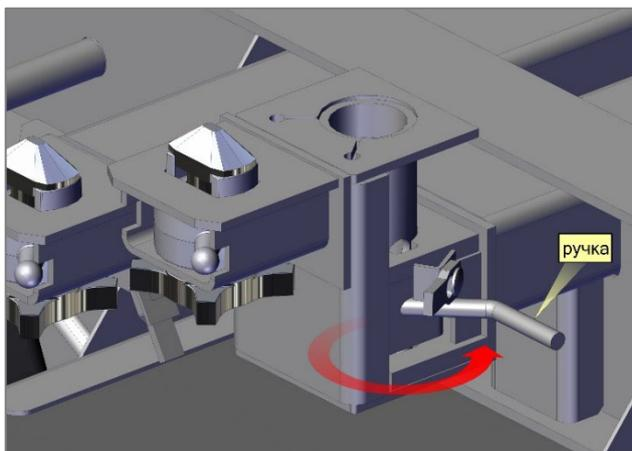

Рис. 45.2. Ручка
- повернуть ручку от себя, как показано на рис. 45.2.